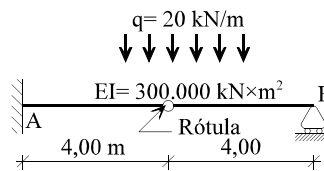

Figura 15
15) Para la viga de la figura 15, empotrada-apoyada y con rótula en su punto medio, se pide calcular el máximo momento flector en valor absoluto, con su signo, que puede producir en A la carga uniforme dada que se puede extender sobre cualquier tramo de AB . (Examen diciembre 2.012.)